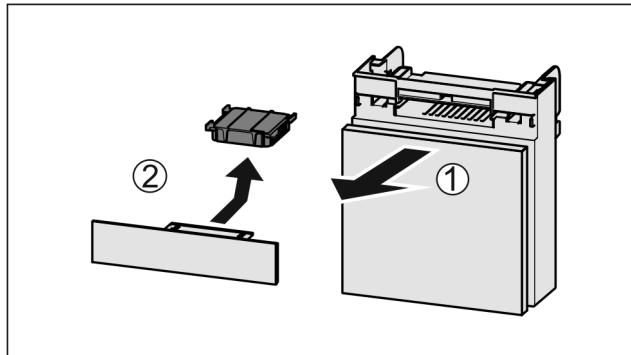

Fig. 35
- Вытянуть Fig. 35 (1) отделение движением вперед.
- Извлечение Fig. 35 (2) фильтра с активированным углем.